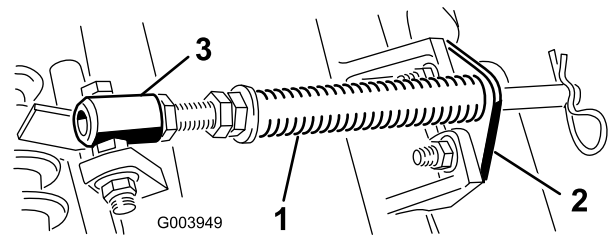

図 5
- カッティングユニットのタブにロッドブラケットを固定しているキャリッジボルト2本を外す(図 5)。
- スプリングチューブ・ボルトをキャリアフレームのタブに固定しているフランジナットを外して(図 5)アセンブリを取り外す。